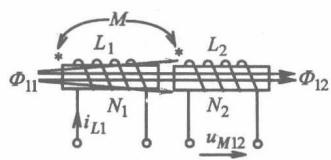

图 10.1-20
所谓椭合关系, 是指由一个电感线圈中电流 i_{L1} 所产生的自感磁通 Φ_{11} 的一部分或全部穿过另一个线圈的现象(见图 10.1-20)。穿过另一个线圈的磁通 Φ_{12} 称为互感磁通。
②互感系数 M : 以图 10.1-20 为例, 穿过第二个线圈的磁链 $\psi_{12} = N_2 \Phi_{12}$ 与产生此磁链的电流 i_{L1} 的比为互感系数 M_2 , 即 $M_2 = \psi_{12} / i_{L1}$; 同样可有 $M_1 = \psi_{21} / i_{L2}$ 。可以证明 $M_1 = M_2 = M$ 。
③互感的标记端: 由于分析互感现象时直接与线圈的绕